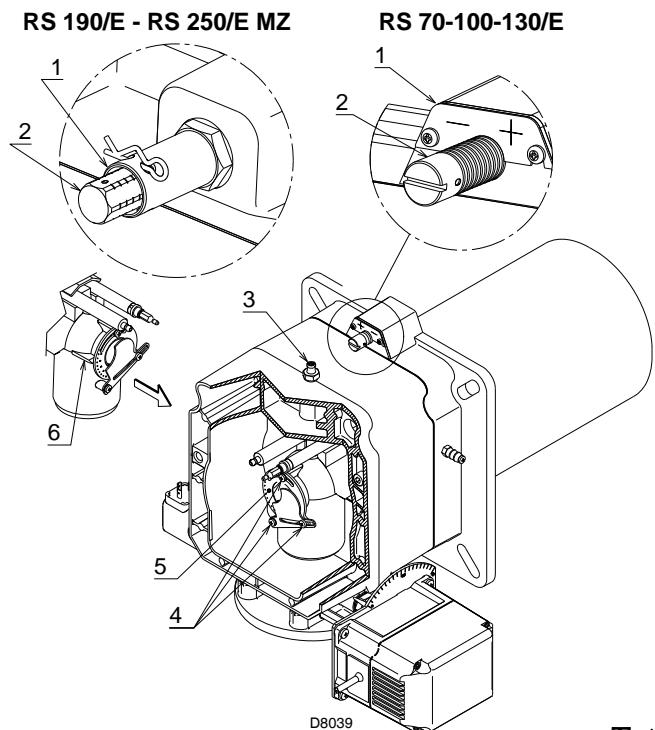

图 18
- ▶ 旋转螺丝 2)(图 18) 直至刻槽与法兰前表面 1) 对齐。
为了方便调节，可先拧松螺丝 3)(图 18)，调节后在拧紧。
► 拧松螺丝 4(图18)，旋转环 5)直至其上所确定的刻度与另一刻度 6)对齐。